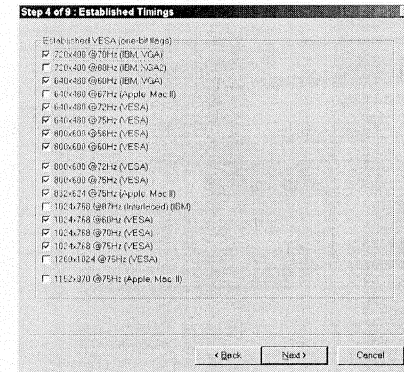

Fig. 17
- Click Next, bring up Fig. 17.